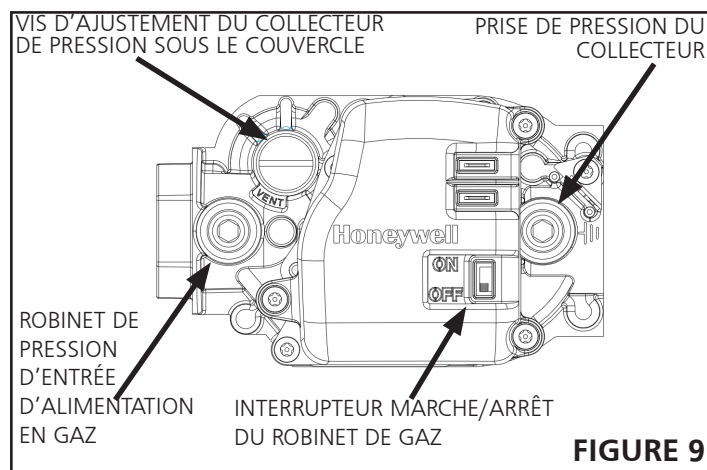

FIGURE 9
- Il y a un interrupteur marche/arrêt lequel peut être passé en position de marche (ON) ou en position d'arrêt (OFF). Basculer l' interrupteur à la position d'arrêt (OFF). (Voir la **figure 9**).
- Basculer l' interrupteur à la position de marche (ON).
- Après avoir vérifié, et ajusté, la pression de ligne, vérifier la pression au collecteur. La bonne pression au collecteur est indiquée sur la plaque de classification de l'appareil. Voir la **figure 9** pour l'emplacement de la vis d'ajustement de pression du gaz. Un ensemble de conversion de gaz naturel au gaz propane est requis pour faire la conversion de l'appareil. Se référer aux instructions d'installation fournies avec l'ensemble de conversion pour la procédure de conversion.